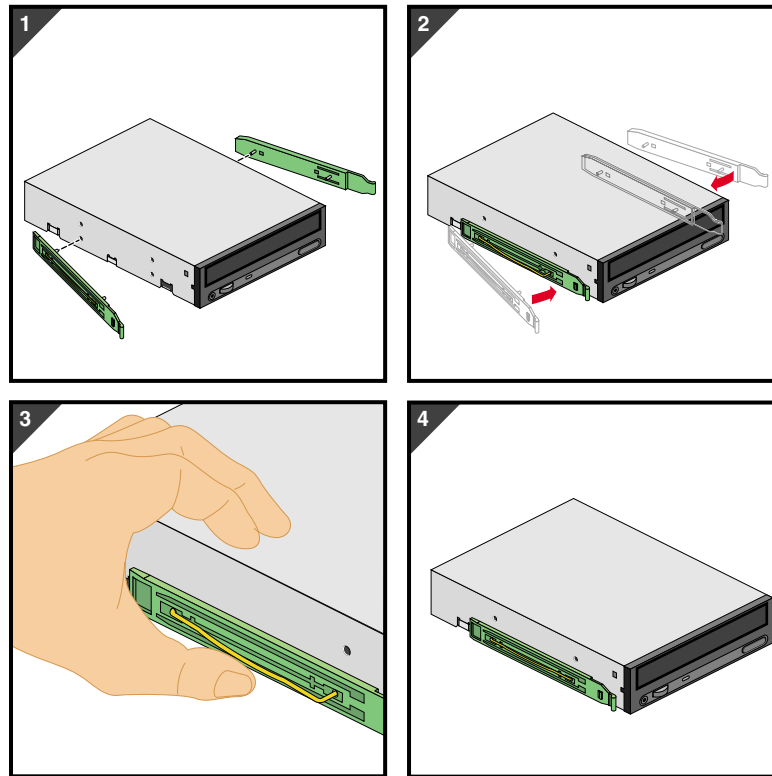

图 2-3 在 5.25 英寸驱动器上安装驱动器滑轨
3. 若要在驱动器上安装驱动器滑轨，请将驱动器滑轨电线夹的一端插到驱动器的螺钉孔中。轻轻推驱动器滑轨的中部，直到电线夹另一端卡进螺钉孔。其过程说明如图 2-3 所示。